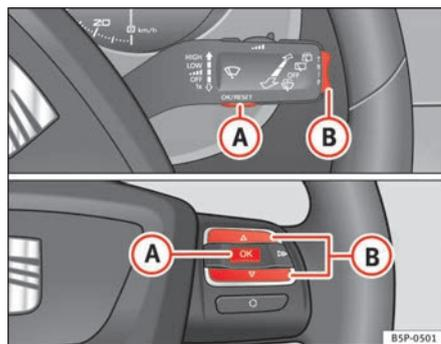

Fig. 39 Commandes à bascule A et B. Commandes au volant.
Lorsqu'un entretien doit arriver à échéance prochainement, un **avertissement préalable d'entretien** apparaît dans les totalisateurs kilométriques. Un symbole de « clé à fourche » apparaît en même temps que le message « km » indiquant le nombre de kilomètres restants à parcourir d'ici l'échéance de l'entretien. Cet affichage change au bout de 10 secondes environ. Un symbole de « montre » apparaît en même temps que le nombre de jours restants d'ici l'échéance de l'entretien. L'afficheur* situé dans le combiné d'instruments indique le message d'information suivant : **ENTRET. DANS... KM OU... JOURS**. Le message d'entretien s'éteint environ 20 secondes après l'établissement du contact d'allumage ou lorsque le moteur tourne. Vous pouvez également passer à l'affichage normal en appuyant sur le bouton de remise à zéro du totalisateur partiel ou sur la commande à bascule de l'indicateur multifonction ⇒ page 64, fig. 39 (E).
- Lorsque le contact est mis, appuyez brièvement sur la touche ⇒ fig. 39 **A** du levier de l'essuie-glace pour passer d'une mémoire à l'autre ou appuyez sur la touche **A** des commandes au volant ⇒ fig. 39.